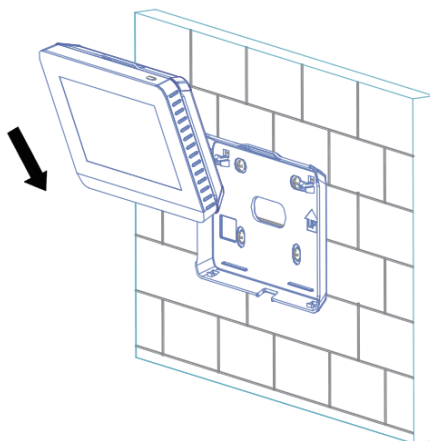

Figura 5 Inserção do controle na tampa traseira
**3.1.4 Insira o controle centralizado em posição inclinada nos dois prendedores localizados na parte inferior da tampa traseira, como mostrado na Figura 5.**